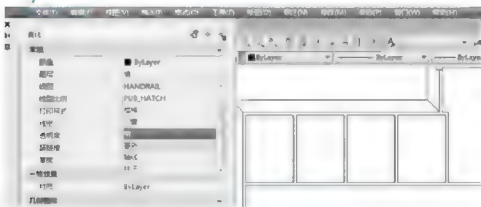

图 2.69 利用【对象特性管理器】换图层
(1) 在命令行无命令的状态下, 单击位于【墙】图层的散水线, 出现夹点。
(2) 单击【标准】工具栏上的【对象特性】图标或执行菜单栏中的【修改】|【特性】命令, 弹出【对象特性管理器】对话框。
(3) 在【对象特性管理器】对话框中的图层右侧的文本框内单击, 出现下拉按钮, 然后将其下拉列表打开, 选中【室外】图层, 如图 2.69 所示。